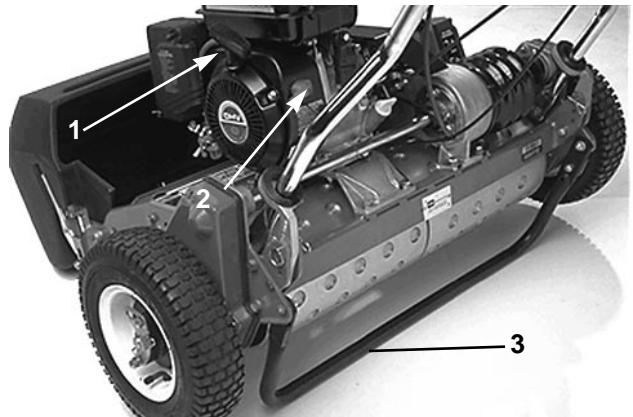
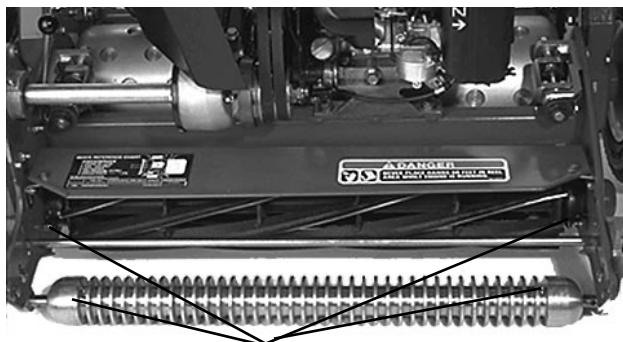
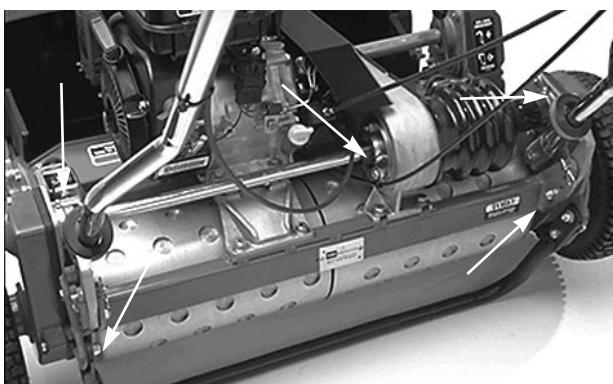

Bild 16
Bild 17
Bild 18
Rücklaufstarter (Bild 16)—Zum Anlassen des Motors den Rücklaufstartergriff ziehen.
EIN-/AUS-Schalter (Bild 16)—An der Rückseite des Motors. Den Schalter auf EIN stellen, um den Motor anzulassen und auf AUS, um ihn abzustellen.
Ständer (Bild 16)—An der Rückseite der Maschine. Der Ständer wird dazu verwendet, die Rückseite der Maschine zum Montieren oder Entfernen der Transporträder hoch zu stellen.
2. Die Schmiernippel befinden sich an den folgenden Stellen: (2) an der vorderen Rolle (Bild 16), (2) an den Spindellagern (Bild 16), (2) an den Achsen der Antriebswalze (Bild 17), (3) am Differential (Bild 17), (2) an den Lagern der Spindelgegenwelle (Bild 18) und (1) am Riemenmitläufergelenk (Bild 19).